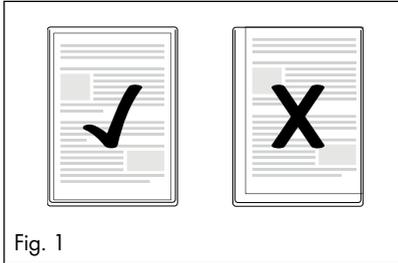

Fig. 1
- L'allumage du témoin lumineux vert signalant l'état «Opérationnelle» ⑥ indique que la température de service est atteinte. Nous recommandons pour une plastification plus régulière, notamment avec les films minces (d'une épaisseur inférieure à 125 microns) ou lors du réglage d'une autre épaisseur de film, d'attendre 2 ou 3 minutes avant de commencer la plastification.
- Il peut arriver que le témoin lumineux vert «Opérationnelle» ⑥ s'éteigne et se rallume à plusieurs reprises. Cela signifie que l'appareil maintient la température et qu'il chauffe. Ceci ne constitue pas une défaillance de l'appareil !
- ▶ Veillez à ce que toutes les bordures du document aient au moins deux millimètres d'écart par rapport au bord de la pochette à plastifier, comme indiqué sur la fig. 1.
- ◆ Mettez le commutateur MARCHE/ARRÊT **7** sur «ON» (I).
- ◆ Réglez le commutateur sélecteur pour la plastification à chaud et à froid **8** sur «COLD» (O).